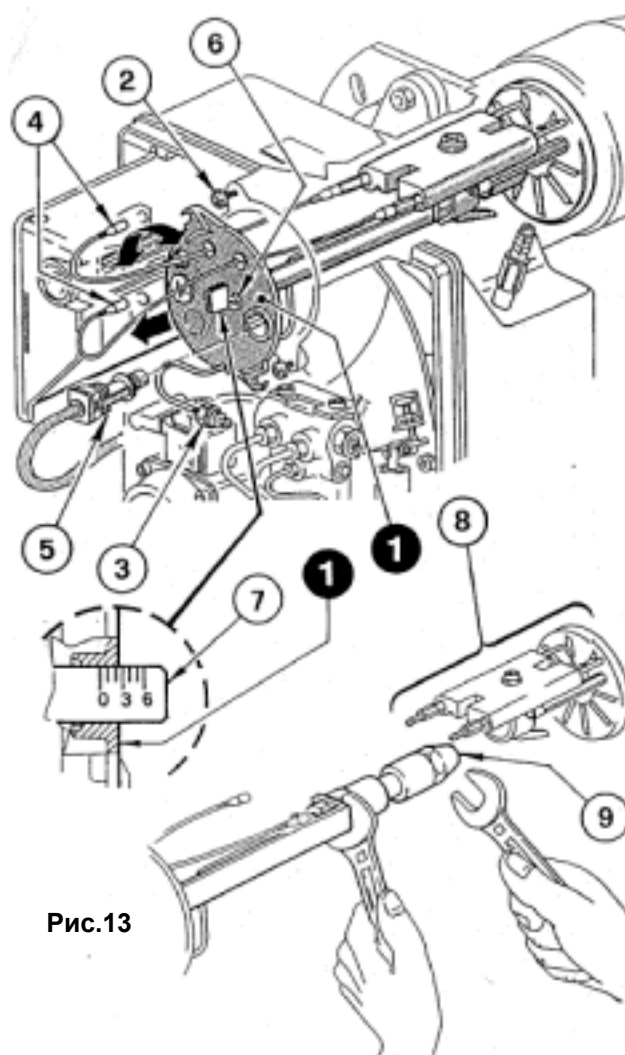

Рис.13
- ослабить винты (2), открутить гайку (3), вынуть провода (4) и фоторезистор (6) и снять блок крепления форсунки (см. рис. 13),
- **правильно вернуть форсунку (9) с захватом, как показано на рис. 13.**
Регулировка обусловлена показателем расхода топлива на горелке и осуществляется вращением регулировочного винта (6) по часовой стрелке или против часовой стрелки, - необходимо совместить риску регулировочной линейки (7) с внешней плоскостью блока крепления форсунки (1) (см. рис. 13).